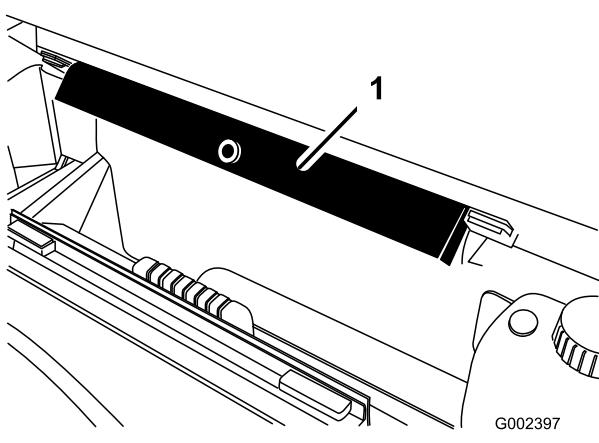

Bild 1
2. Stecken Sie die Ladepritschenstütze in die Halterungen hinten an der Überrollschutzplatte (Bild 1), siehe „Vorbereiten der Kitinstallations“.